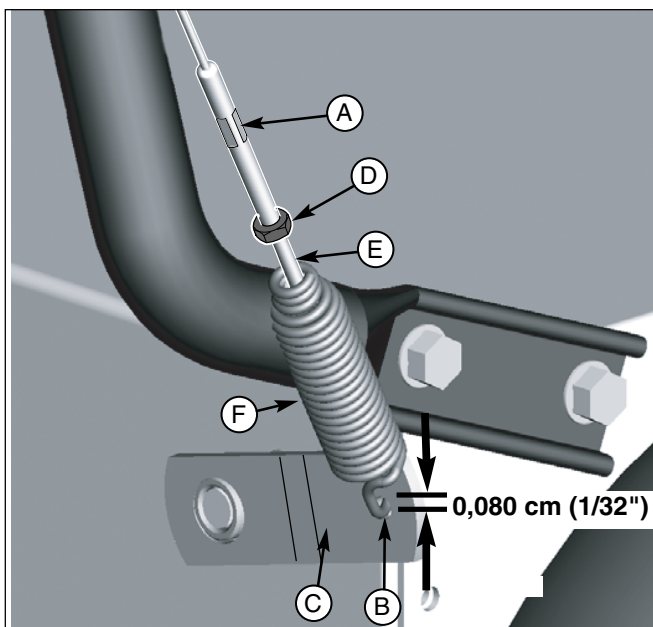

Figure 16. Réglage de l'arbre de la vis
2. Lorsque le levier de transmission est relâché, le crochet (B, figure 16) doit tout juste toucher le levier (C) sans le soulever. Il peut y avoir un vide de 0,080 cm (1/32") au maximum.
3. Pour régler, dévisser l'écrou (D) en tenant les méplats (A) et tourner les écrous (D). Tournez les méplats et tenez les vis. La vis de réglage est une vis philips et la tête peut être retenue ou retournée en insérant un tournevis à travers le ressort (F).
4. Retenez les méplats (A) et resserrez l'écrou (D).